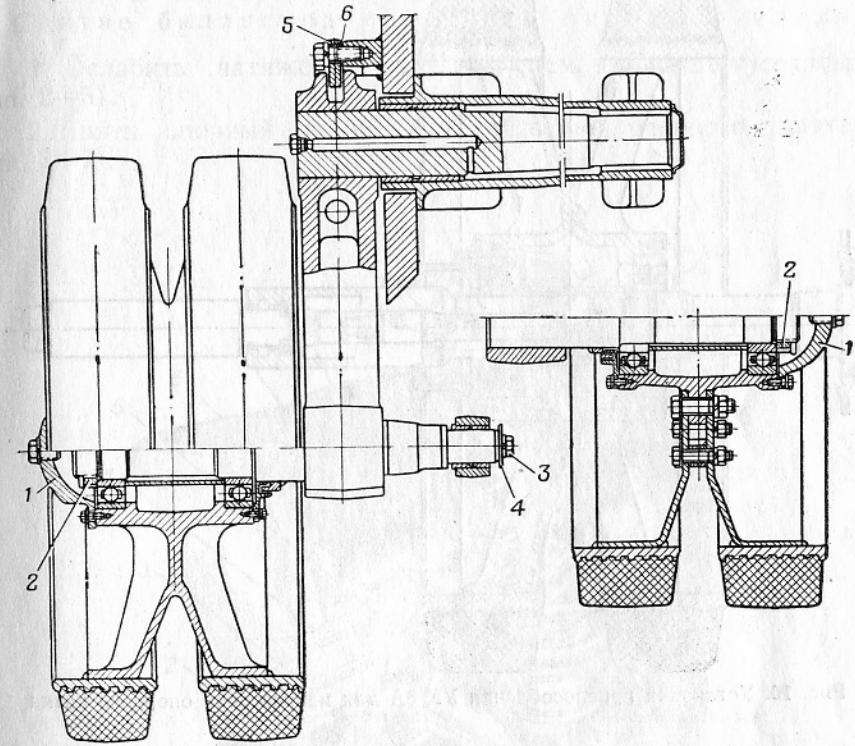

Рис. 9. Опорный каток с балансиром:
5. Вывернуть болты крепления броневого колпака 1 (рис. 9) к ступице катка и снять колпак.
6. Навернуть на ось гайку 2 (рис. 9) до отказа и зашплинтовать шплинтом. Проверить торцовое биение катка (см. Технические условия, п. б).
3. Вывернуть болт 3 (рис. 9) крепления шайбы 4 к торцу цапфы балансира и снять шайбу.
3. Закрепить шайбу 4 (рис. 9) болтом 3 с пружинной шайбой так, чтобы шайба уперлась в торец цапфы.